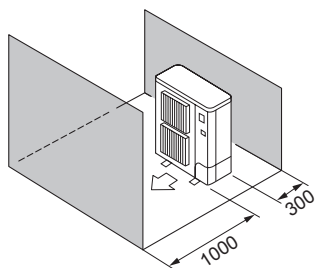

Fig. 2-10
- ⑤ Překážky pouze vepředu a vzadu (Fig. 2-10)